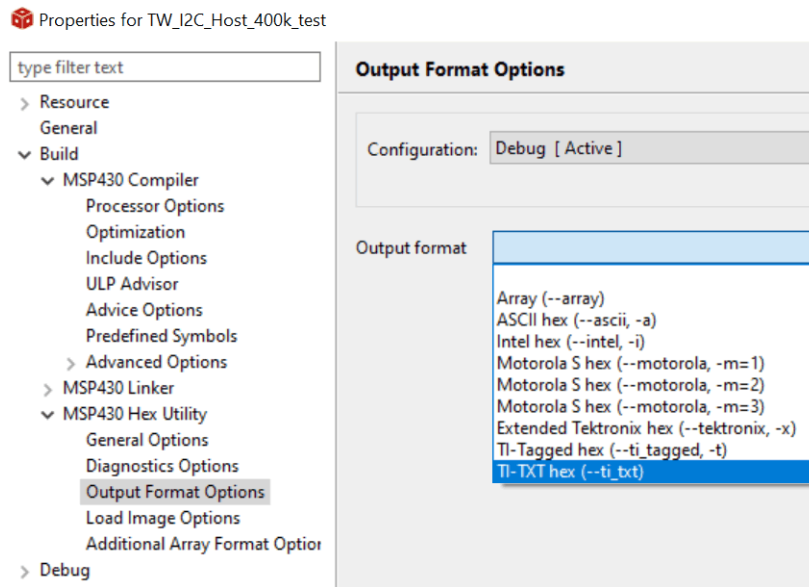

图 3-5. 在 CCS 中生成 TI-TXT 十六进制文件
- 将应用程序代码 (此处可使用演示 bsl_software_invoke_app_demo_uart) 导入 CCS 并以 TI-TXT 十六进制格式生成目标器件固件 (请参阅图 3-5)。